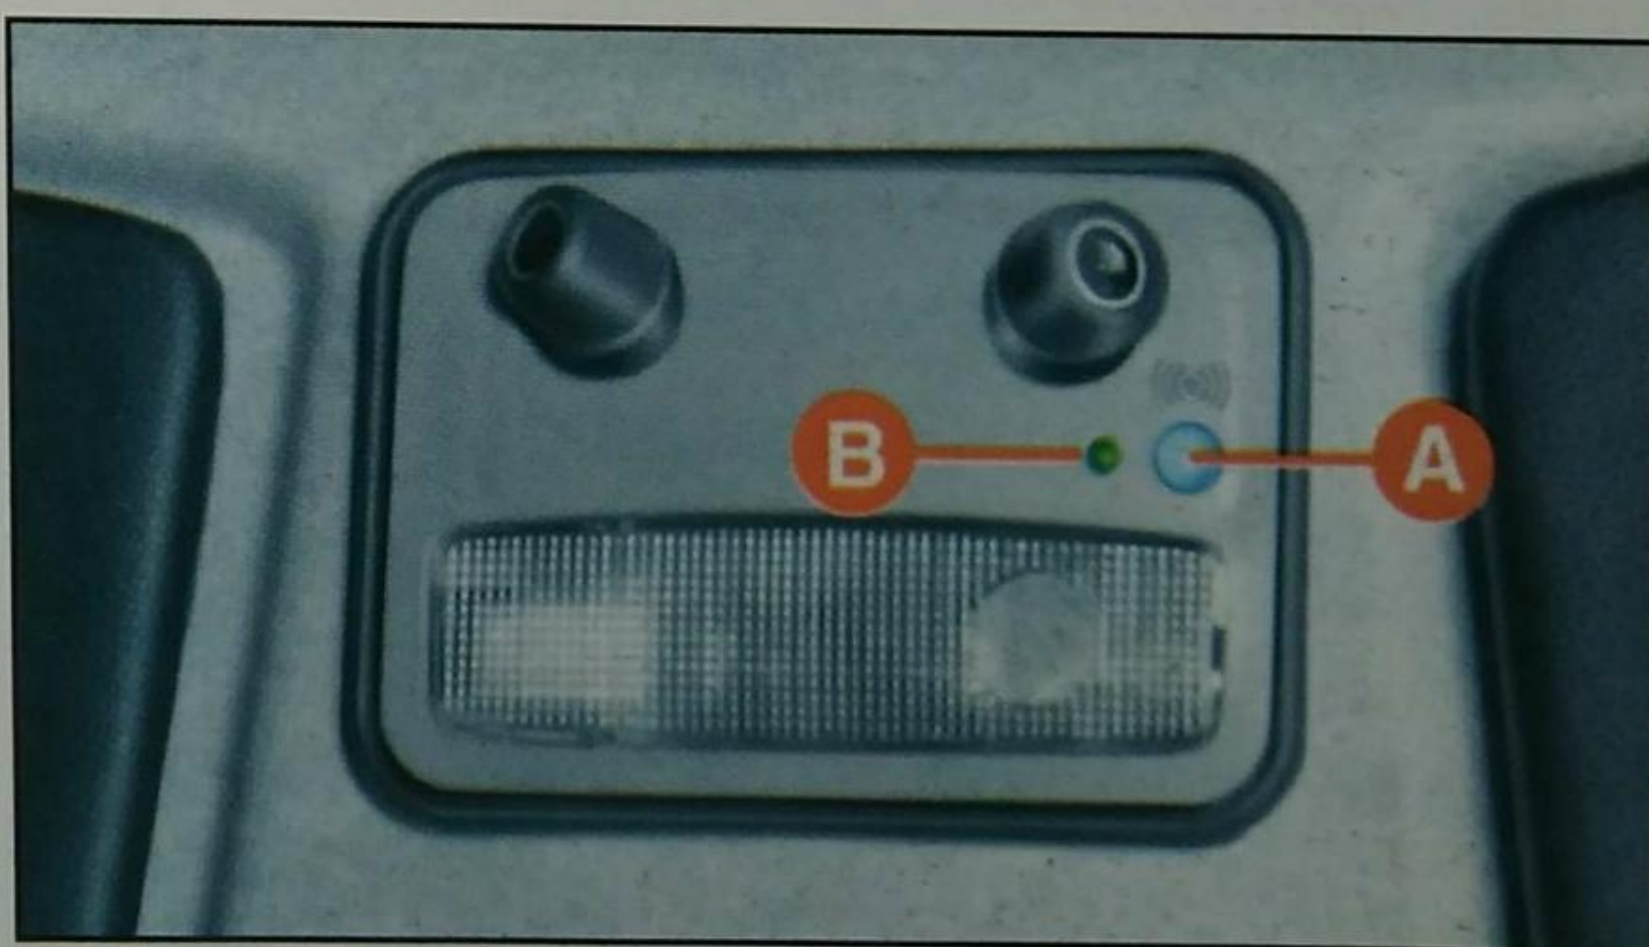

Fig. 6
1) Con el motor en funcionamiento, presionar rápidamente el botón **A-fig 6**, apagar el motor y activar la alarma electrónica dentro de 8 segundos.
Si al activar el sistema de alarma, el bip es acompañado (después de un segundo) de otro bip más demorado, es aconsejable controlar el cierre de las puertas, del capot del motor y de la tapa del portaequipajes. Controlar también los dos sensores de ultrasonido en el conjunto de la luz interna **fig. 6**. En seguida, intente activar la alarma electrónica nuevamente. Si la situación se repite, diríjase a la **Red Asistencial Fiat**.